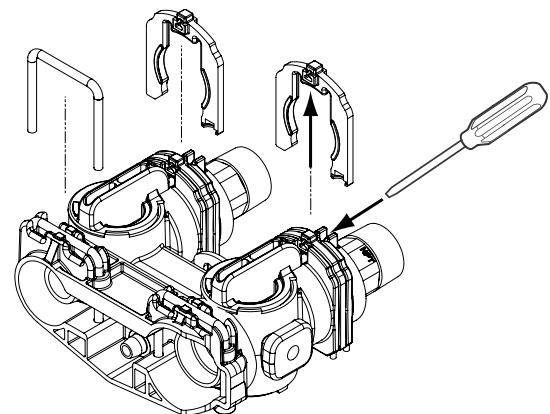

Figure 7 Assemblage du connecteur
1. Localisez les pièces et un rouleau de ruban de bande de plombier. Les adaptateurs de plomberie doivent être retirés (Figure 7 Assemblage du connecteur).
3. Retirez l'attache en insérant une lame plate sous le centre du haut de l'attache et soulevez (écartez) (Figure 7 Assemblage du connecteur).